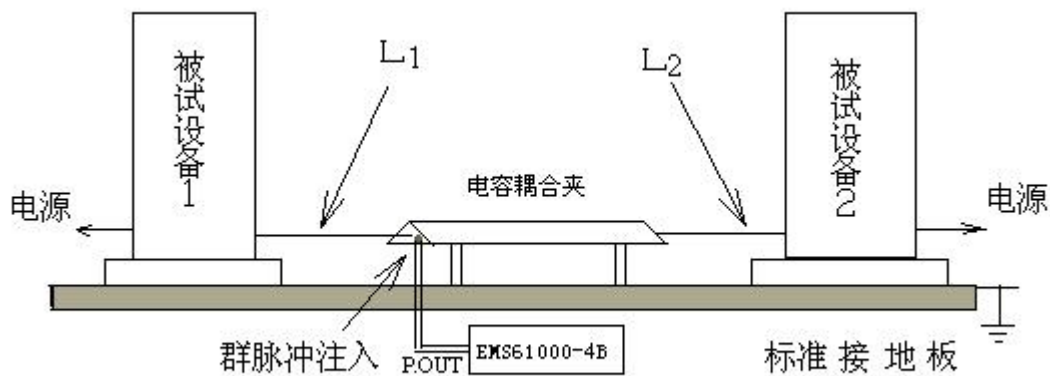

图 8 地面设备的信号线抗干扰性型式试验
7.2.1.2.4 地面设备信号线抗干扰性型式试验的配置见图8所示。接线的要求与台式设备相同。